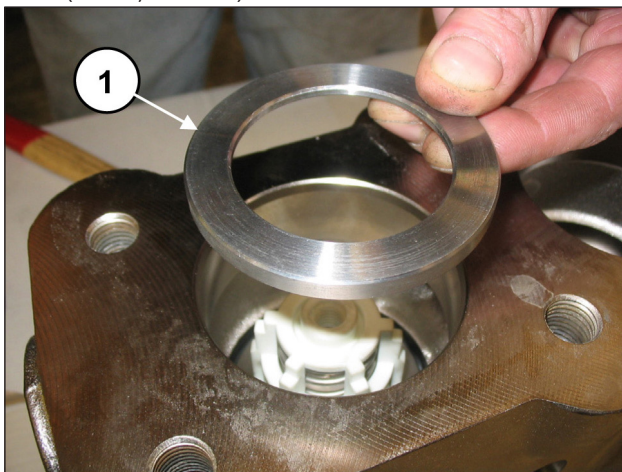
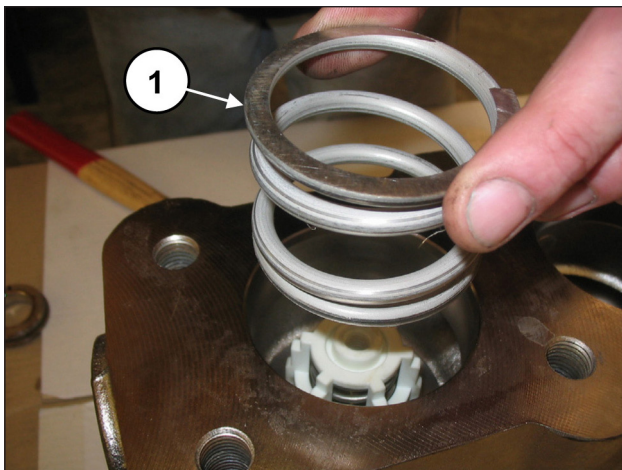

Abb. 125
Abb. 126
Setzen Sie den Ring des Ventilsitzes (Pos. ①, Abb. 125) und die Feder (Pos. ①, Abb. 126) ein.